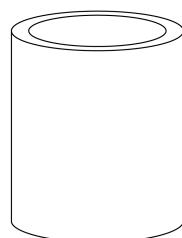

Figura 4: Accessorio per il crimpaggio Qualcrimp
- **Accessorio per il crimpaggio Qualcrimp (Figura 4)**